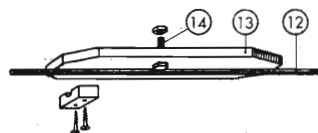

Fig. 145. Così si fissa l'asse anteriore
Sistema di guida: L'asse anteriore (12) è avvitato sull'asse (13) (lista 2×10 cm) (fig. 145) e questo è fissato sul porta-assale (5) mediante un bullone passante che ne permette il movimento. Dalla larghezza del telaio, dal diametro delle ruote e dalla distanza del sedile da questo bullone dipende l'angolo entro il quale l'assale può muoversi e con ciò il cosiddetto « diametro di sterzata ». Il comando avviene come al solito con lo sterzo (21) fissato sulla colonna (22) (tubo di ferro $\varnothing 15-20$ mm). La colonna gira liberamente entro i fori di due ferri piatti (3×30 mm) avvitati rispettivamente sulle traversine (6) e (7), in senso orizzontale e verticale (v. figura). Due coppie passanti attraverso il tubo ne limitano a pochi millimetri il movimento longitudinale. Un altro foro trasversale nel tubo è attraversato dal cavetto (25) (2-3 mm) che, passando sopra quattro carrucole (24) arriva fino all'assale (13), dove i suoi due capi sono solidamente avvitati. Cavetto, carrucole, ed un tenditore da inserirsi nel cavetto per registrarne la lunghezza con esattezza, si trovano in tutti i negozi di ferramenta.